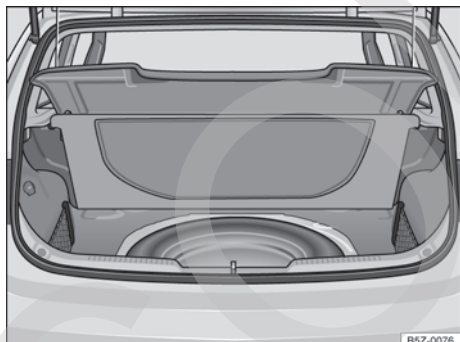

Fig. 156 En el maletero, por debajo de la moqueta: rueda de emergencia y herramientas de a bordo.
Las herramientas de a bordo y la rueda de emergencia están ubicadas en el maletero, debajo de la moqueta → fig. 156.
- Levantar el revestimiento del maletero → fig. 156.